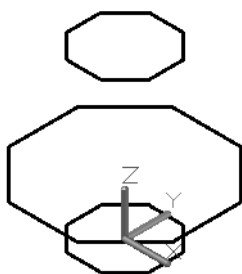

图 9-63 存在的横截面
1) 打开随书配套光盘中的“放样.dwg”文件，该文件中存在着图 9-63 所示的 3 个横截面。